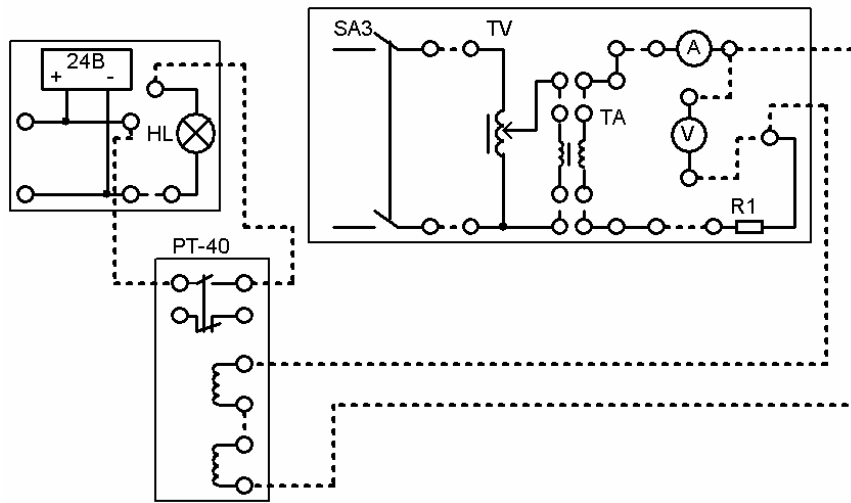

Рис. 6.1 Схема для исследования реле РТ-40
- 2 Собрать схему для исследуемого реле (рис. 6.1) и выяснить назначение каждого элемента.